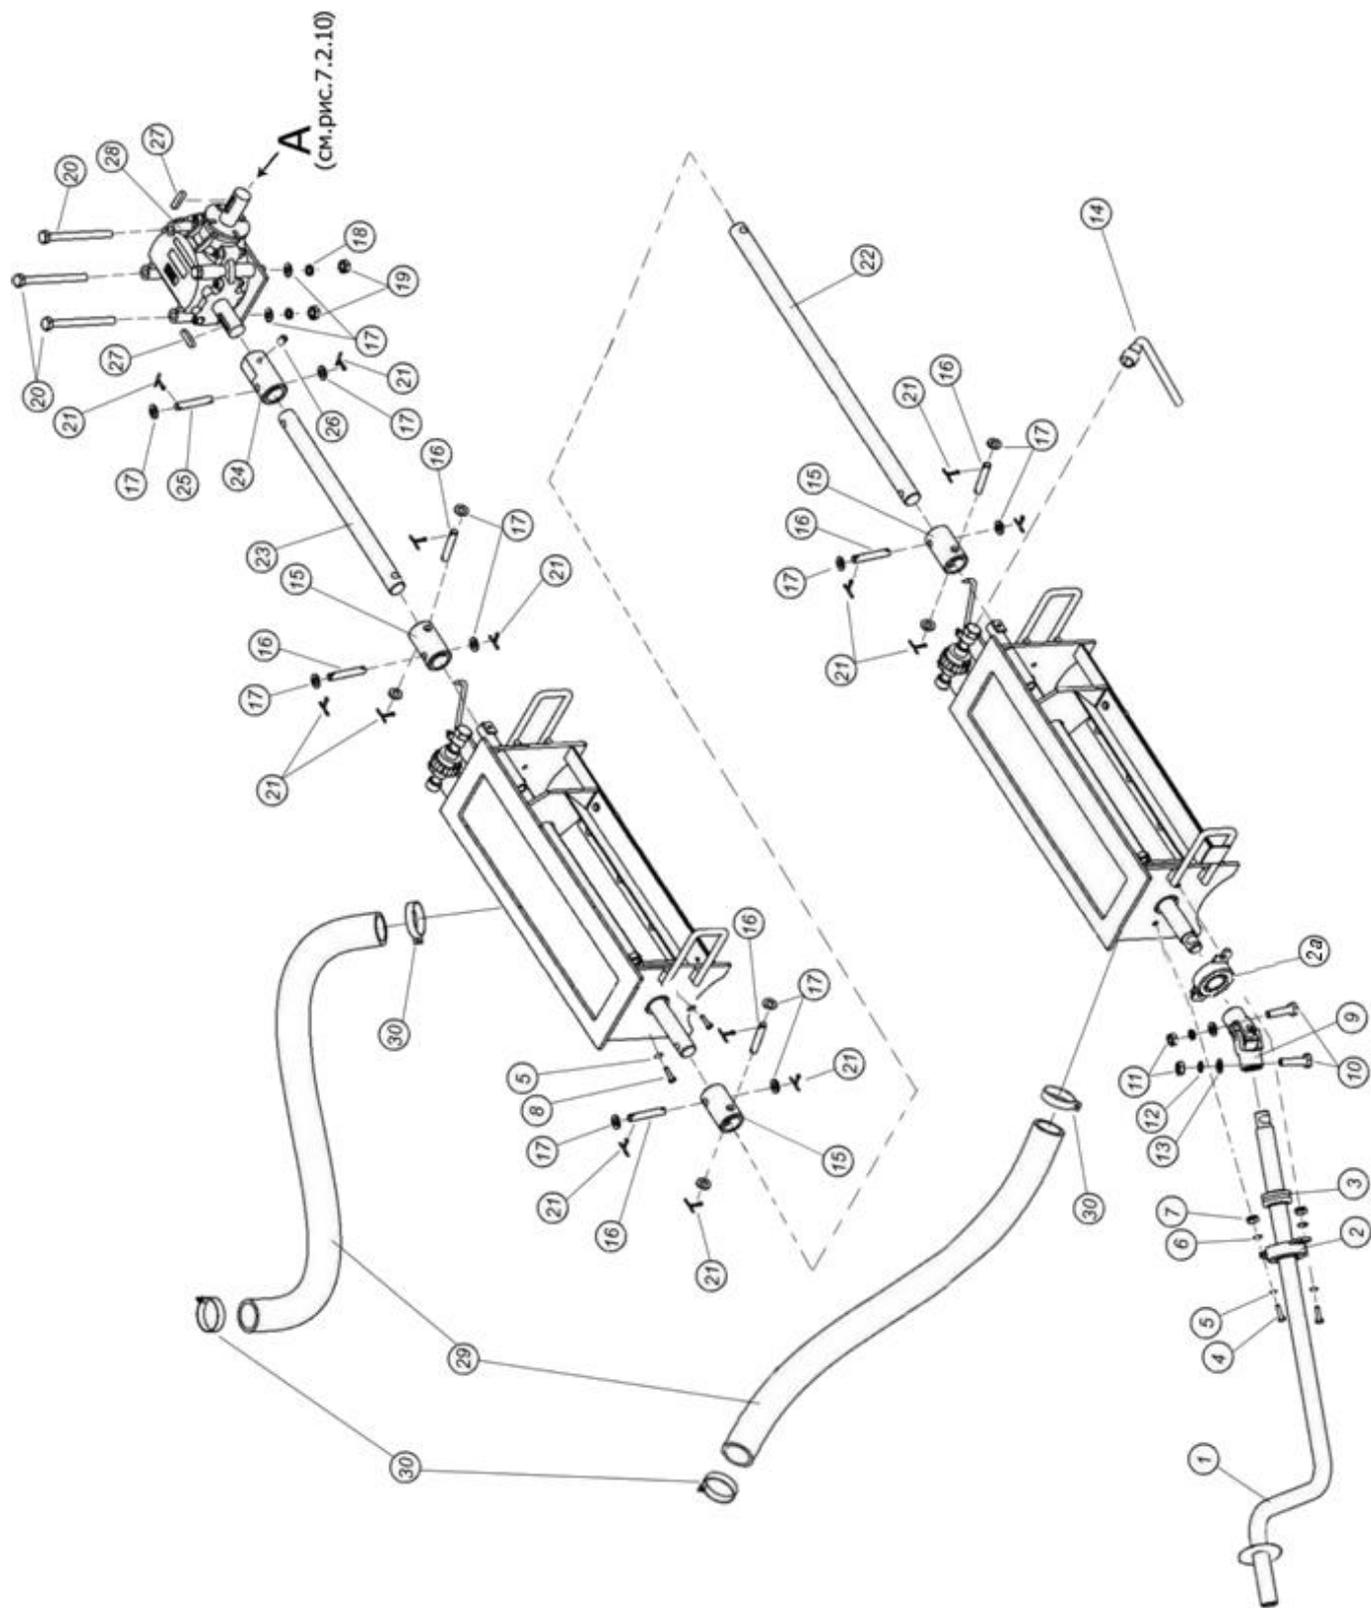

Рис. 7.2.9. Привод высевающего механизма
7.2.9. Привод высевающего механизма (рис. 7.2.9)